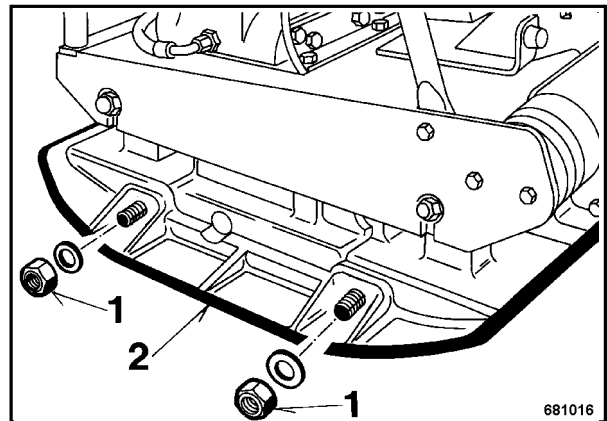

Fig. 2
- Desenroscar las tuercas de fijación 1 (Fig. 2) de las placas adicionales (2), y retirar las placas en ambos lados.